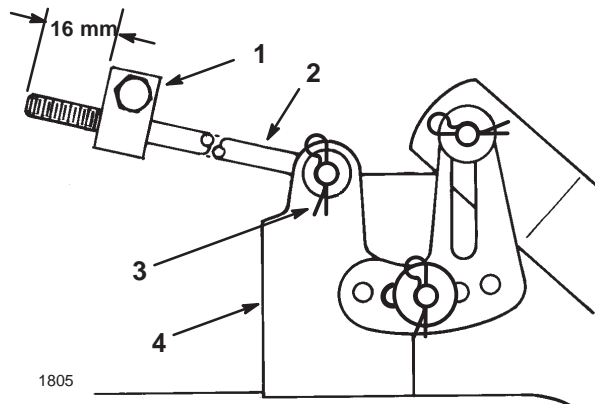

Bild 13
3. Messen Sie die Länge der Stange, die vorne aus dem Einstellblock an den Seiten des Fahrgestells heraussteht (Bild 13). Entfernen Sie, wenn die Länge der Stange nicht 16 mm beträgt, den Splint und die Scheibe vom Ende der Stange (Bild 13) und drehen Sie die Stange, bis die Länge von 16 mm erreicht ist. Bringen Sie dann das Ende der Stange im Loch in der Schneidwerkhalterung an und sichern es mit einer Scheibe und dem Splint ab. Wiederholen Sie diesen Vorgang an der anderen Schneidwerkseite.